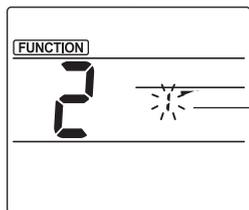

Fig. 3-2
- Selecione el número de deflector (Fig. 3-2)
- Pulse los botones [↓] para seleccionar el número de deflector ② y, a continuación, pulse el botón [SET].